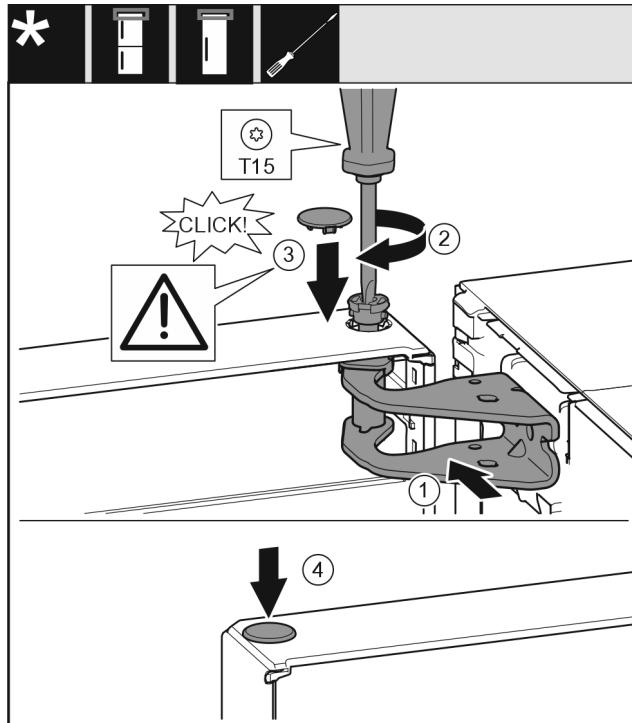

Fig. 20
- Выровняйте дверь вверху по отверстию в опорном кронштейне. Fig. 20 (1)
- Вставьте палец и затяните отверткой T15. Fig. 20 (2)
- Установите предохранительную крышку для защиты двери: Вставьте предохранительную крышку и проверьте, прилегает ли она к двери. В ином случае вставьте палец полностью. Fig. 20 (3)
- Вставьте заглушку. Fig. 20 (4)